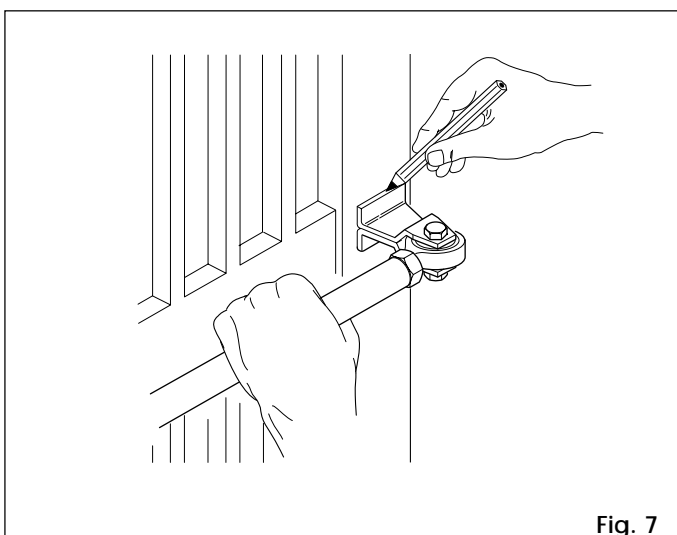

Fig. 7
- 8) Chiudere l'anta del cancello e, mantenendo l'operatore perfettamente orizzontale, individuare sull'anta la posizione dell'attacco anteriore (fig. 7)